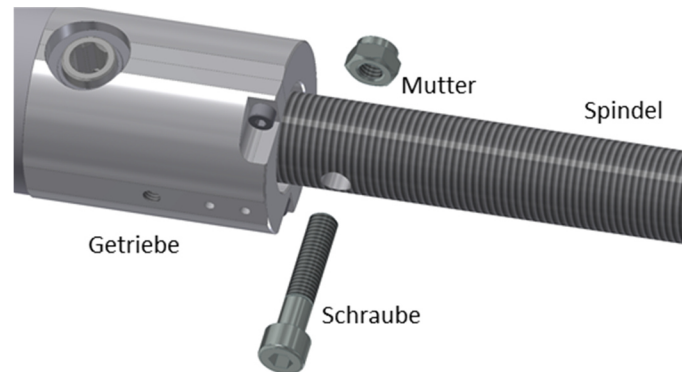

Abbildung 5-1: Montage der Spindel
- Die Spindel wird über die beigelegte Schraube DIN912-M8x40 und Mutter DIN985-M8-VZ über die Bohrung in der Ausgangswelle verschraubt, siehe Abbildung 5-1.